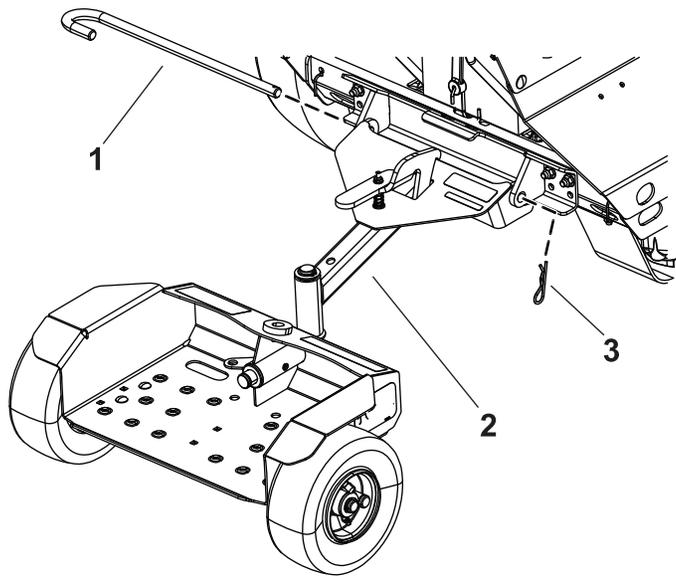

Figura 3
2. Fissate il sulky alla staffa utilizzando il perno girevole e la coppiglia a forcina (Figura 3).